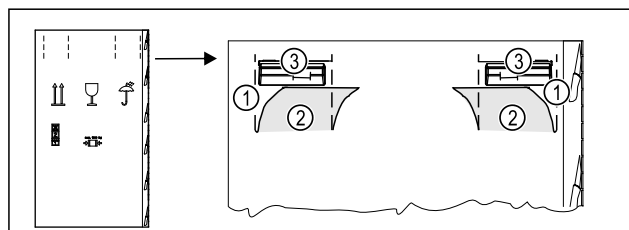

Fig. 3
- ▶ Вдавите упаковочный картон сверху по перфорации Fig. 3 (1).
- ▶ Извлеките вдавленные клапаны Fig. 3 (2).
- ▶ Можно увидеть ручку для переноски Fig. 3 (3) справа и слева.
- ▶ Удерживайте устройство за ручки для переноски Fig. 3 (3).